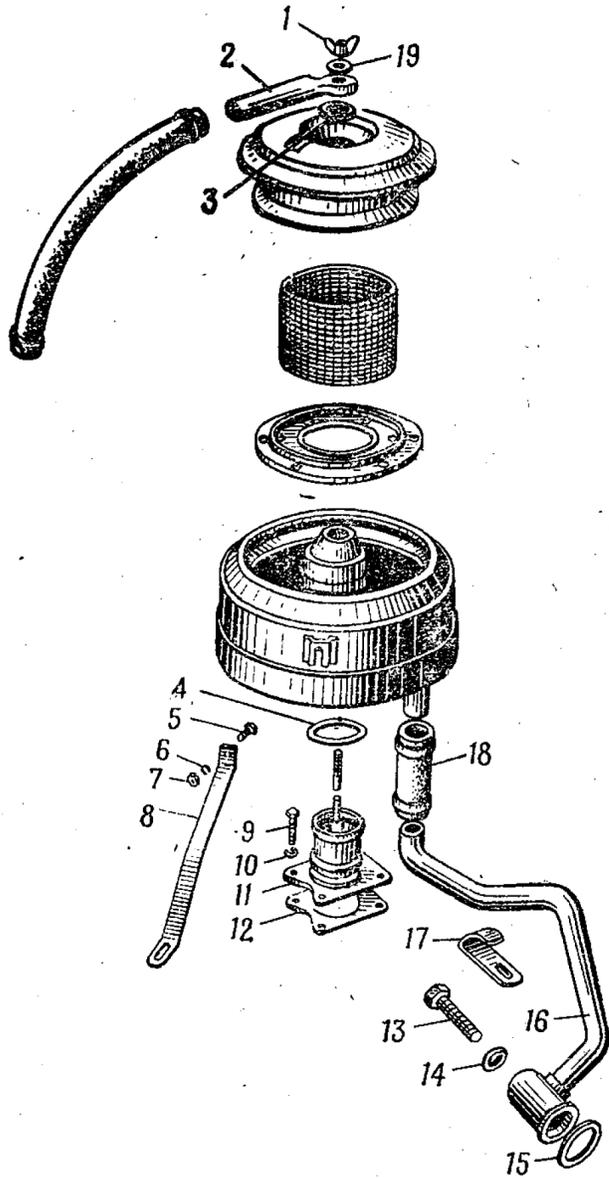

Рис. 1. Воздушный фильтр:
<p>10. Отвернуть гайку-барашек 1 (рис. 1) крепления воздушного фильтра, ослабить гайку 7 болта 5 крепления кронштейна 8 к фильтру и стяжную ленту хомутика крепления шланга 18 к патрубку фильтра, отъединить от фильтра подводной патрубков 2 с шайбой 19, снять воздушный фильтр в сборе</p>	<p>Ключ 12—14; бородок 4</p>
<p>38. Установить воздушный фильтр в сборе на патрубок 11 (рис. 1) так, чтобы головка болта 5 вошла в прорезь на корпусе фильтра, а патрубок корпуса фильтра вошел в отверстие шланга 18. Установить шайбу 19 и патрубок 2 на шпильку крепления воздушного фильтра, навернуть гайку-барашек 1, затянуть гайку 7 крепления кронштейна 8 и стяжную ленту хомутика крепления шланга 18</p>	<p>Ключ 12—14; бородок 4</p>
2. Отвернуть гайку-барашек 1 (рис. 1), снять шайбу 19, патрубок 2 вентиляции картера, прокладку 3	—